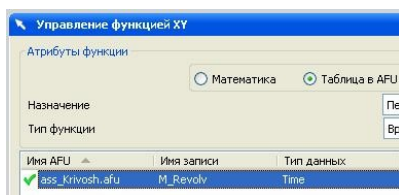

Рис.95
- Если вы захотите проверить, или изменить задание функции, то в диалоговом окне *Управление функцией XY* (рис. 95) нужно подсветить имя интересующей вас функции. Список приготовленных функций может быть достаточно длинным.